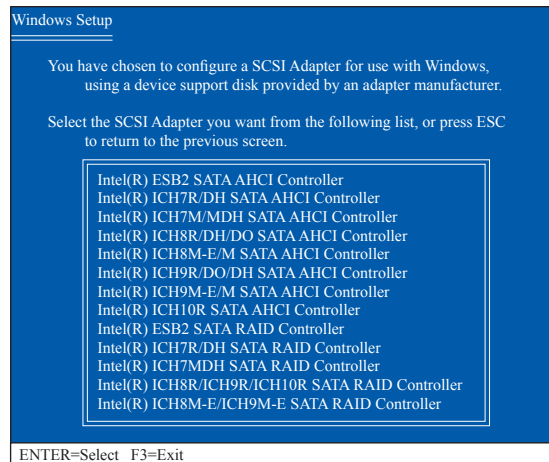

図 3
セットアップがフロッピーディスクの Intel ICH10R SATA RAID/AHCI ドライバを正しく識別したら、以下の図 3 のようなコントローラメニューが表示されます。上または下矢印キーを使用して、表示されたアイテムを 1 つ 選択し、<Enter> を押します。BIOS セットアップの **SATA RAID/AHCI Mode** アイテムを RAID モードに設定し たら、**Intel(R) ICH8R/ICH9R/ICH10R SATA RAID Controller** を選択します。(AHCI モードの場合、**Intel(R) ICH10R SATA AHCI Controller** を選択します)。